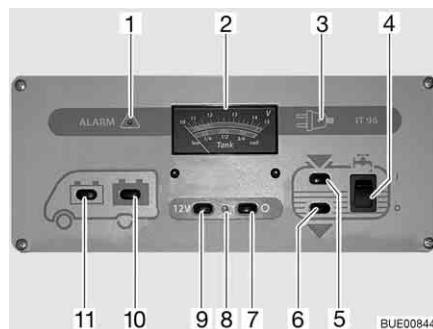

Fig. 87 Panneau de contrôle IT 96-2
L'interrupteur principal 12 V (Fig. 87,7 et 9) établit ou coupe le panneau de contrôle et l'alimentation 12 V de la cellule.
- Appuyer sur le commutateur (Fig. 87,9) "12 V" : L'alimentation 12 V de la cellule est assurée. Le voyant de contrôle (Fig. 87,8) s'allume en vert.
- Appuyer sur le commutateur (Fig. 87,7) "O" : L'alimentation 12 V de la cellule est coupée. Le voyant de contrôle (Fig. 87,8) s'éteint.
Observer sur l'indicateur de charge/de niveau de réservoir (Fig. 87,2), la graduation supérieure. L'indicateur s'éclaire automatiquement dès qu'un commutateur est actionné.
- Appuyer sur le commutateur (Fig. 87,11)  : La tension de la batterie de démarrage est affichée.
- Appuyer sur le commutateur (Fig. 87,10)  : La tension de la batterie de cellule est affichée.
Observer sur l'indicateur de charge/de niveau de réservoir (Fig. 87,2) la graduation inférieure. L'indicateur s'éclaire automatiquement dès qu'un commutateur est actionné.
■ Appuyer sur le commutateur (Fig. 87,5) "": Le niveau du réservoir d'eau est affiché.
■ Appuyer sur le commutateur (Fig. 87,6) "": Le niveau du réservoir d'eaux usées est affiché.
■ Commutateur à bascule (Fig. 87,4) vers le haut "I" : L'alimentation en eau est activée.
■ Commutateur à bascule (Fig. 87,4) vers le bas "O" : L'alimentation en eau est désactivée.
Le voyant d'alerte rouge "ALARM" (alarme) (Fig. 87,1) clignote dès que la charge de la batterie de cellule descend en dessous de 11 V (mesurée en marche) et qu'il y a risque de décharge profonde des batteries.
Le voyant de contrôle 12 V (Fig. 87,8) s'allume dès que l'interrupteur principal 12 V (Fig. 87,9) est enclenché.
Le voyant de contrôle jaune 230 V (Fig. 87,3) s'allume si l'arrivée du bloc électrique est sous tension de réseau.